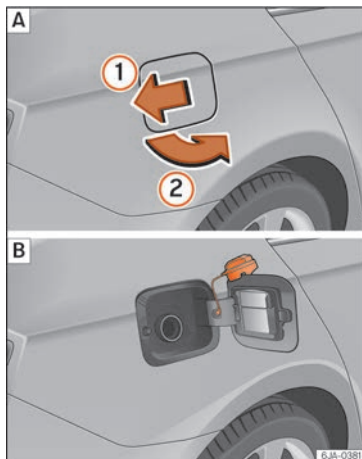

Fig. 49 Parte trasera del vehículo, lado derecho: tapa del depósito/tapa del depósito con el tapón desenroscado.
- Presione sobre la tapa del depósito en el sentido de la flecha ① » fig. 49 A y abra la tapa en el sentido de la flecha ②.
- Sujételo en la parte superior de la tapa del depósito » fig. 49 B.